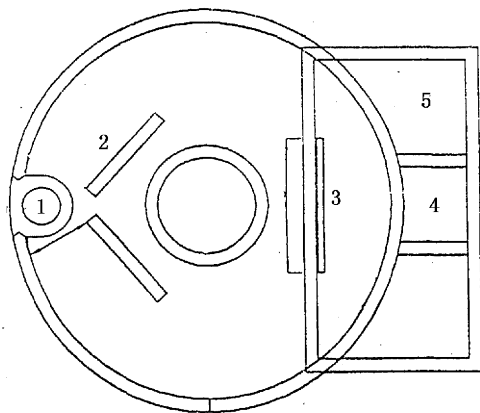

图 1 SQC 型高效户用沼气池平面图
1.1 设计嵌墙直管进料 嵌墙直管进料是 SQC 型户用高效沼气池的一大创新,它改变了我国沼气有史以来一直沿用斜管进料的习惯,改传统沼气池料液入池后的静态沉积式为动态向前挪动式,做到料液顺序渐进和先进先出,实现较长期而又相对稳定的高效产气,平面图见图 1。SQC 型池采取的嵌墙直管进料有以下多方面的好处: 预制直管嵌墙保持了进料口的最佳位置,且与出料口相对立,给料液发酵留下足够的空间; 由于进料管为垂直管,可在料液自身重力的作用下入池,减少料液对管道产生的摩擦,避免了其在进料管中堵塞,使进料更容易; 进料管嵌入池墙与池墙浇筑为一体,既稳固又耐用; 施工简单,成本低。